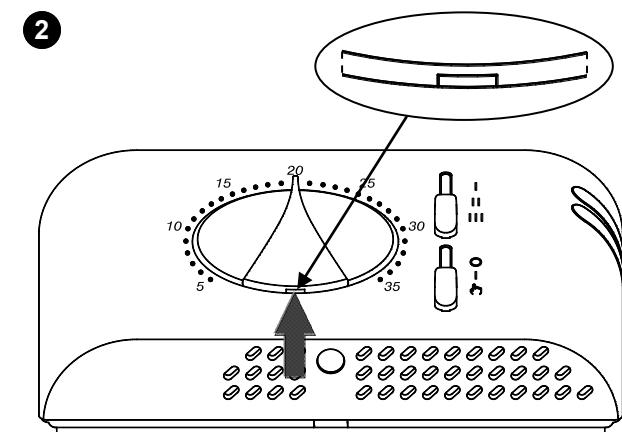

Fig. 3 - Abb. 3
- ➋ Déplacer les deux glissières complètement vers le bas et placer le bouton rotatif sur 20°C ; soulever ensuite le bouton rotatif en faisant levier à l'aide d'un tournevis dans la fente prévue à cet effet et signalée par une flèche sur la Fig. 3, en faisant attention à ne pas griffer la calotte.